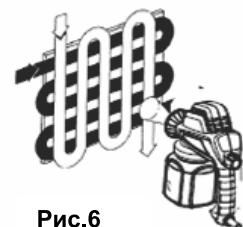

Рис.6
- Сначала малыми дозами распыляемого материала покрываются внешняя поверхность, углы, небольшие декоративные элементы. После этого покрывают остальную обрабатываемую поверхность. Начинайте процесс распыления на расстоянии около 10 см от поверхности и также заканчивайте. Начинайте наносить материал от края к центру, обрабатывайте поверхность движениями в перекрестных направлениях. Поверхность однородного качества образуется, если «дорожки» будут располагаться внахлест соответственно на 4-5 см (Рис.6).